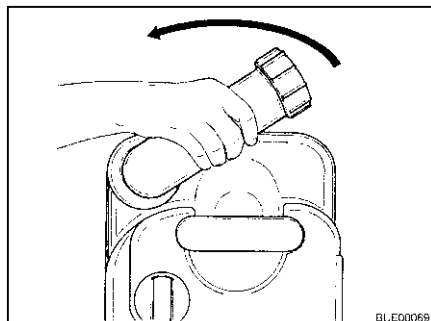

Fig. 258 Girar el tubo de vaciado
- Girar hacia arriba el tubo de vaciado (Fig. 258).